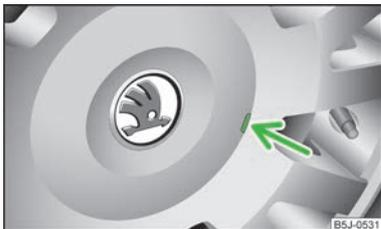

Fig. 126
- Desmontar con cuidado el embellecedor de rueda por medio del estribo de alambre de la herramienta de a bordo » fig. 126. ■